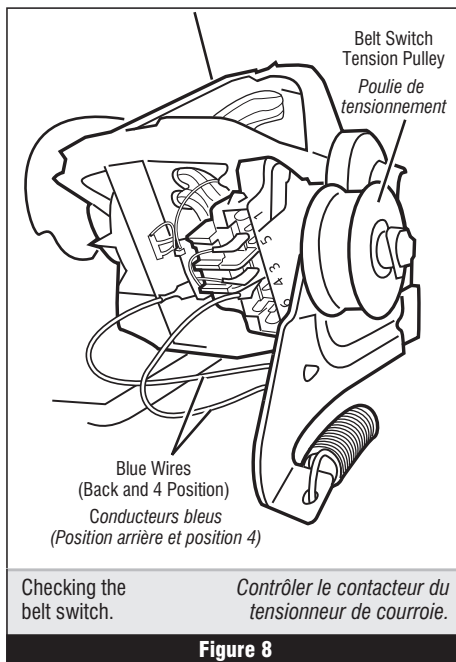

Figure 8
8. Check the belt switch by measuring resistance between the two blue wires, as shown in figure 8, page 8, while pushing up the belt switch tension pulley.
8. Contrôler le contacteur du tensionneur de courroie : mesurer la résistance entre les deux conducteurs bleus (voir la figure 8, page 8) tout en poussant vers le haut la poulie de tensionnement.